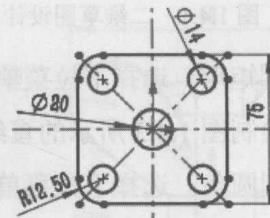

图 1.4.7 添加尺寸
Step5. 添加尺寸。选择下拉菜单 $\text{工具}(T)$ \rightarrow $\text{尺寸}(S)$ \rightarrow $\text{智能尺寸}(S)$ 命令，添加图1.4.7所示的尺寸。